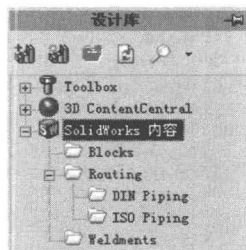

图1-6
- SolidWorks 内容: 包括常用的特征库、成形工具和一些常用的零件等，如图 1-6 所示。